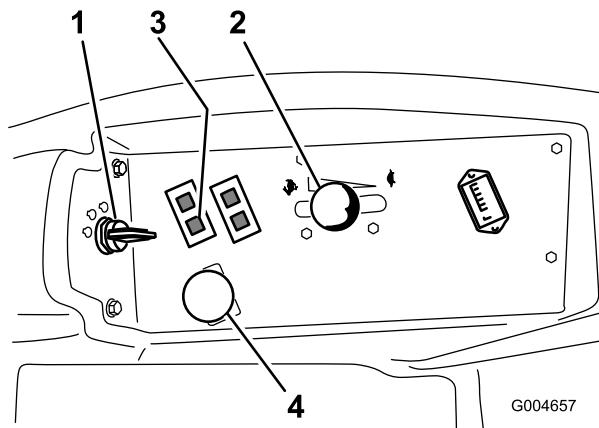

Bild 15
4. Stellen Sie den Zapfwellen-Schalter in die Aus-Stellung (Bild 15).
- Bewegen Sie den Gasbedienungshebel in die Mittelstellung zwischen Langsam und Schnell (Bild 15).